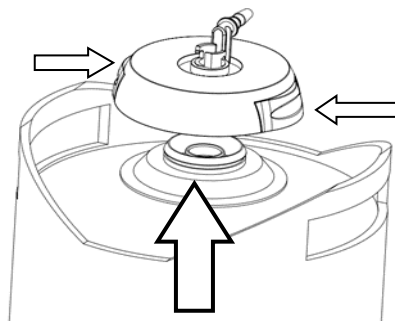

Figura 16
5. Para retirar la válvula del tonel vacío, presione al mismo tiempo los botones laterales de la válvula y luego levántela con cuidado (como se muestra en la Figura 16).